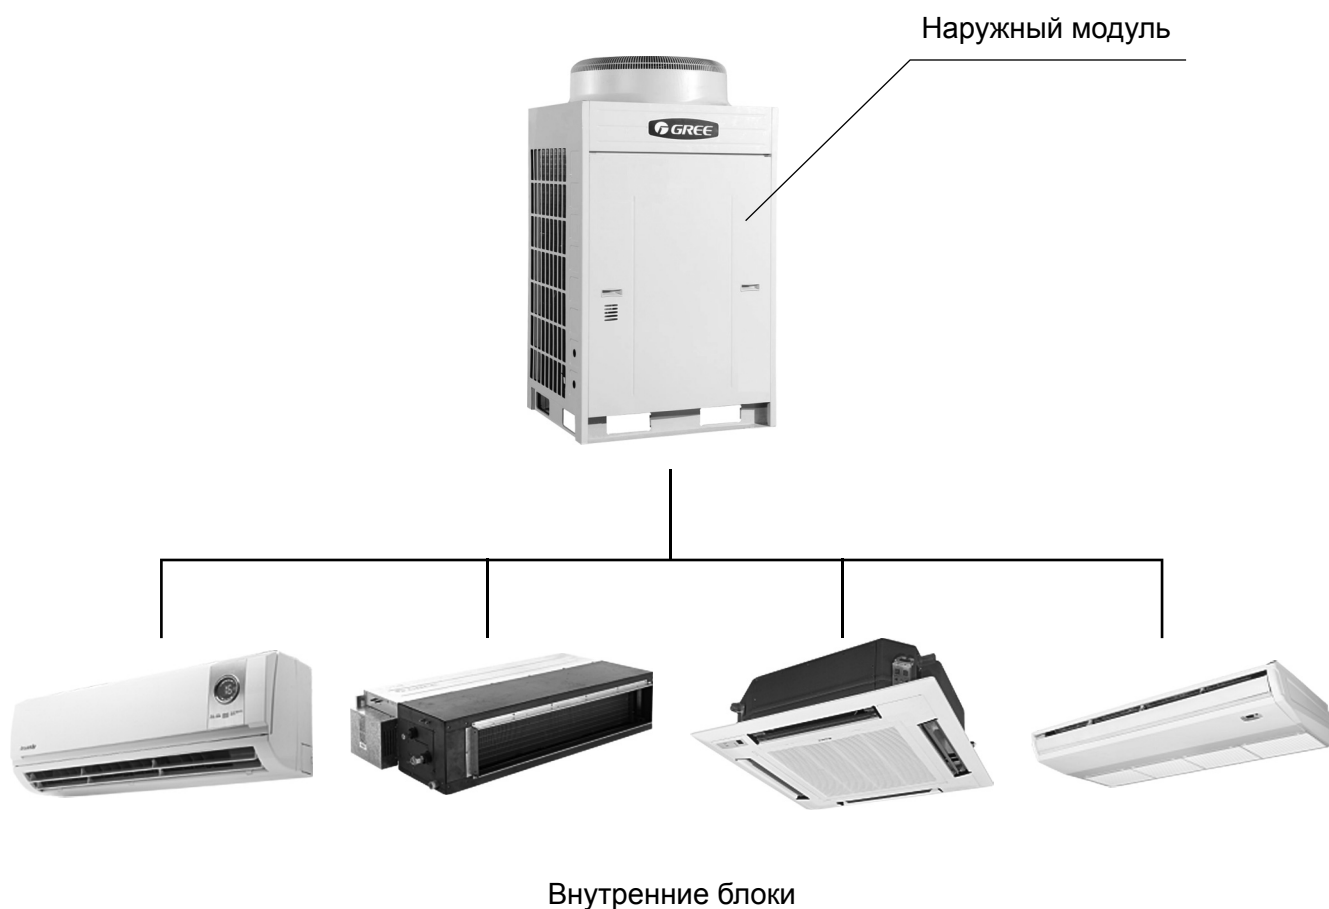

Рис. 1.
1.4 Общий вид мультизональной системы рис. 1. Система состоит из наружного модуля и внутренних блоков.